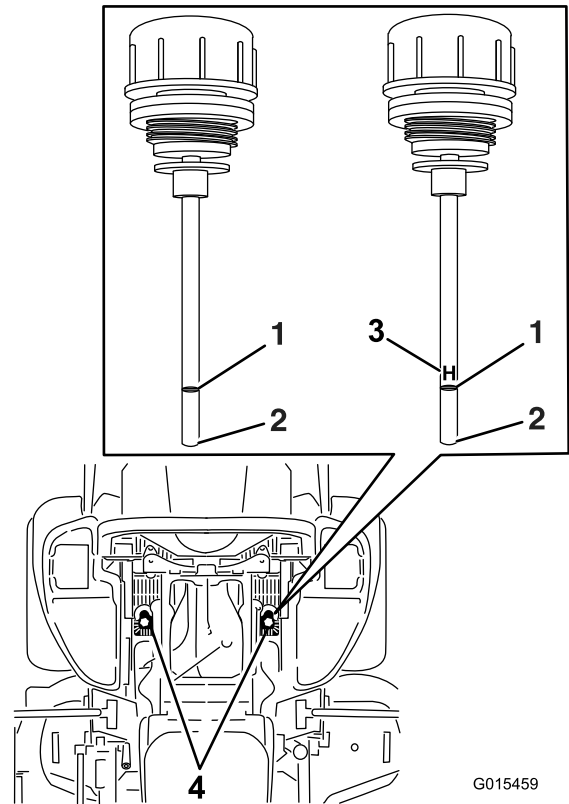

Figura 83
6. Limpie la zona alrededor de las varillas de los depósitos de los sistemas hidráulicos (Figura 83).
7. Retire una varilla del depósito de aceite hidráulico (Figura 83).
9. Retire la varilla e inspeccione el extremo (Figura 83). Si el nivel de aceite está en la marca Add (añadir), vierta lentamente en el depósito hidráulico sólo la cantidad de aceite necesaria para que el nivel llegue hasta la marca de Lleno o H.